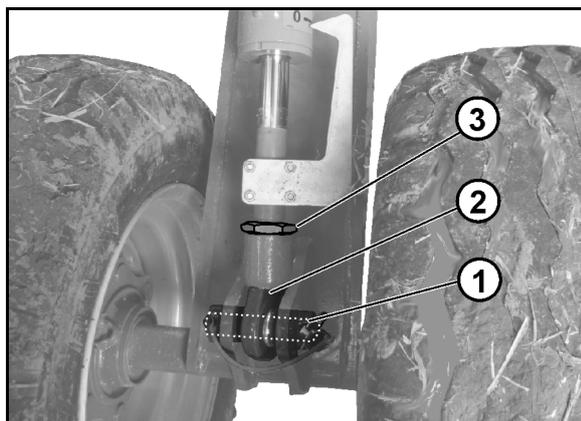

Fig. 49
2. Scoateți bolțurile (**Fig. 49/1**).